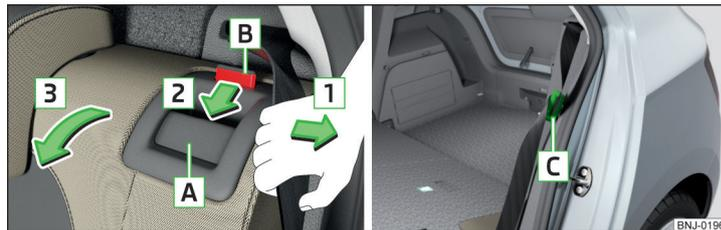

Fig. 65 Rabattement du dossier du siège / position de service de la ceinture de sécurité
- Tirez la ceinture de sécurité extérieure arrière vers le revêtement latéral dans le sens de la flèche 1 » fig. 65.
- Tirez la ceinture de sécurité extérieure arrière vers le revêtement latéral dans le sens de la flèche **1** » fig. 65.
La boucle de la ceinture de sécurité extérieur **C** » fig. 65 peut être insérée dans le revêtement latéral.